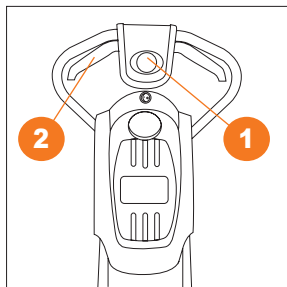

Рис. 16
2. Нажмите и удерживайте кнопку блокировки включения ❶ (Рис. 16).
3. Продолжая удерживать кнопку блокировки включения ❶, прижмите скобу включения двигателя ❷ к рукоятке (Рис. 16). Двигатель заработает и шнеки начнут вращение.
4. Отпустите кнопку блокировки включения ❶, продолжая прижимать скобу включения двигателя ❷ для уборки снега.
5. Для остановки двигателя отпустите скобу включения двигателя ❷.